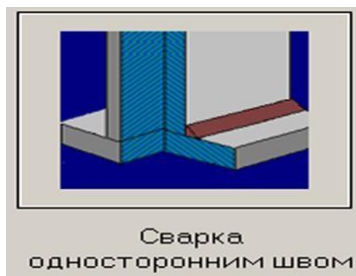

Рис. 34
1. Выбор типа соединения. Выбираем тип соединения однократным щелчком левой кнопки мыши на картинке с изображением сварного одностороннего таврового шва (рис. 34). Это приведет к открытию окна «Соединения сваркой».